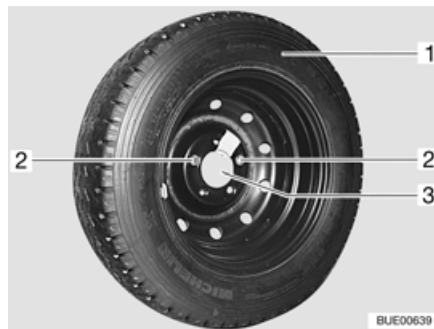

Fig. 229 Etrier de roue de secours dans le garage arrière
- Dévisser et retirer les deux vis de fixation (Fig. 229,2) avec les outils de bord.
- Retirer la roue de secours (Fig. 229,1) de sur l'étrier (Fig. 229,3).